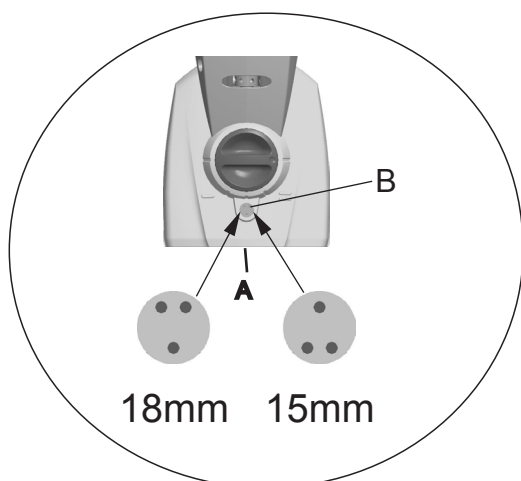
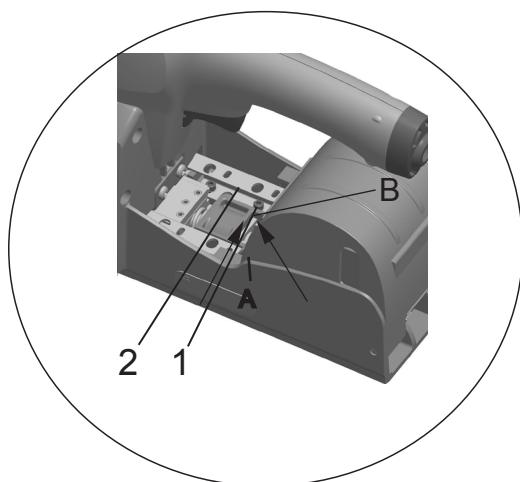

Fig. 4
Fig. 5
- A l'aide d'une clé Allen (2,5 mm), desserrer la vis (A) de quelques tours.
- A l'aide d'un tournevis, régler la vis de réglage (B) sur 15 ou 18 mm de longueur de pattes, voir Fig. 4.
- Resserrer la vis (A).
- Il y a deux possibilités d'ajustement des guides latéraux dans le magasin. Position externe = 18 millimètres, = 15 millimètres internes. Fig. 5
La profondeur de pénétration des agrafes se règle par le bouton de réglage (Fig. 5/1).